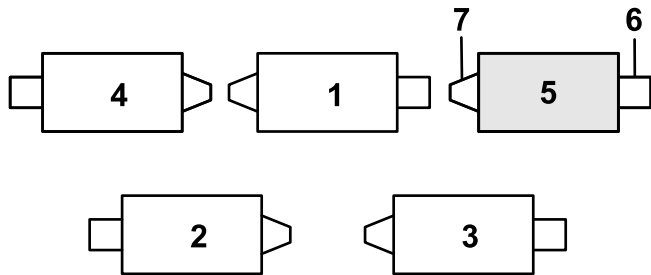

Figura 11
- Si la chaveta está instalada en el orificio trasero de la varilla de compensación del muelle, retire la chaveta e introdúzcala en el orificio situado junto al soporte (Figura 11).